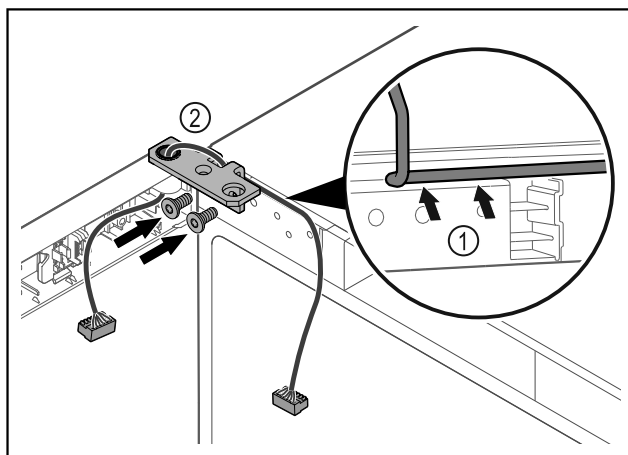

Fig. 65
- Faire passer le câble avec précaution par le trou de l'équerre de charnière Fig. 65 (1).
- Visser l'équerre de charnière Fig. 65 (2).